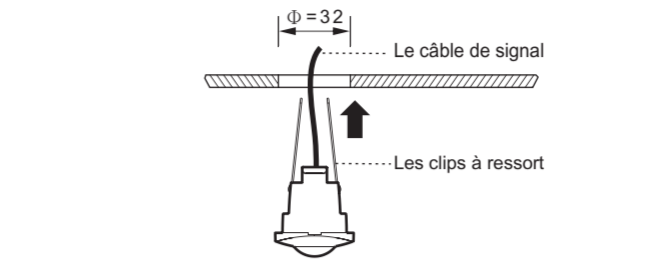

FIG. 15
3.3.3 Mettez le détecteur à deux clips à ressort dans le trou percé, puis insérez le détecteur vers le haut (voir FIG. 15).